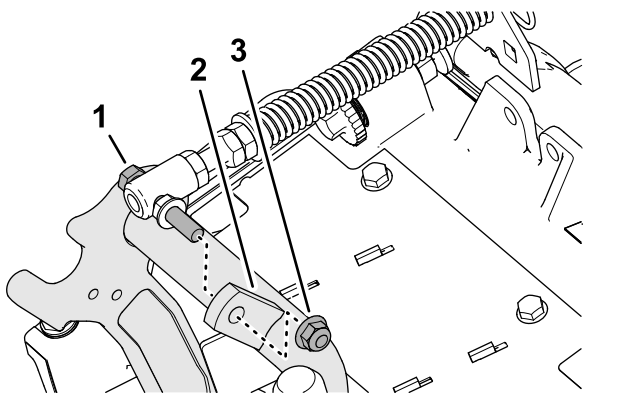

Figura 9
3. Retire la contratuerca con arandela prensada ($\frac{3}{8}$ ") que fija el tornillo del muelle de compensación del césped a la pestaña derecha del bastidor de tiro, y retire el muelle de compensación de la unidad de corte (Figura 9).